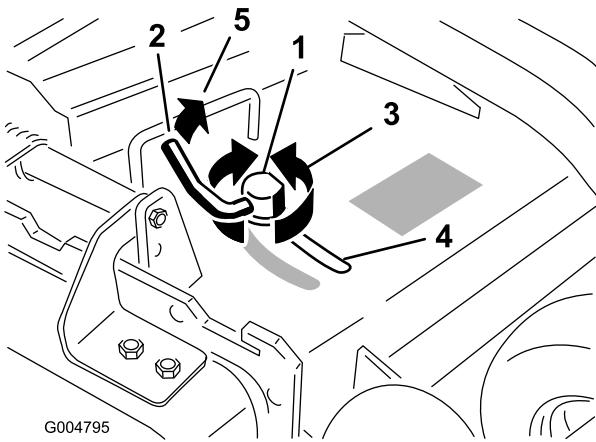

Figure 18
- Pour régler le verrou à came, soulevez le levier pour desserrer le verrou (Figure 18).
- Repoussez le levier à sa position d'origine pour serrer le déflecteur et le verrou (Figure 18).